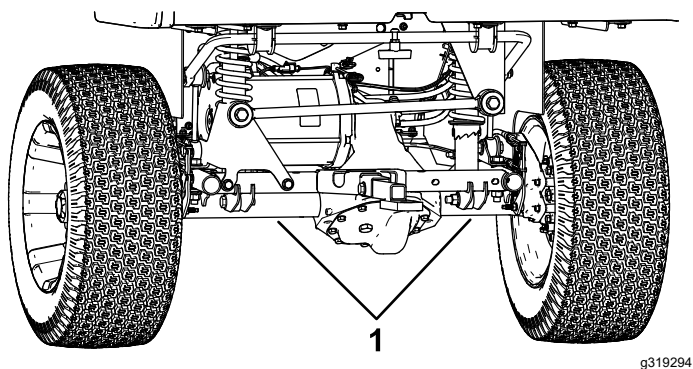

Figure 28
- Le point de levage arrière de la machine est situé sous les tubes d'essieu (Figure 28).